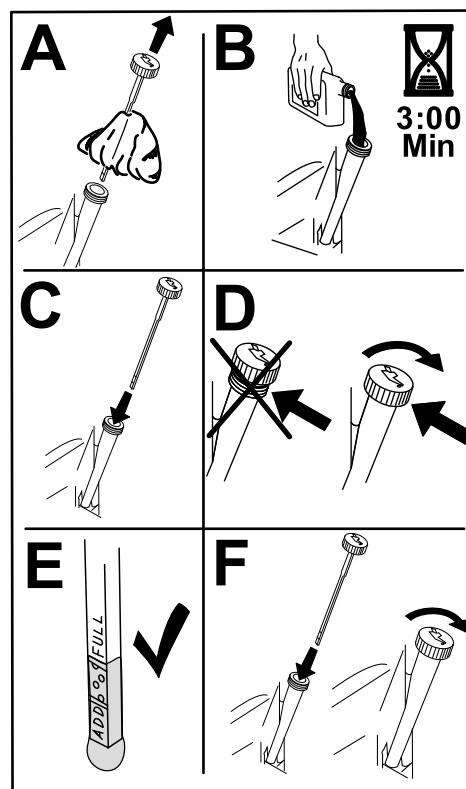

Figura 43
6. Lentamente, deite cerca de 80% do óleo especificado no tubo de enchimento e lentamente adicione óleo para que atinja a marca **Cheio** (Figura 43).